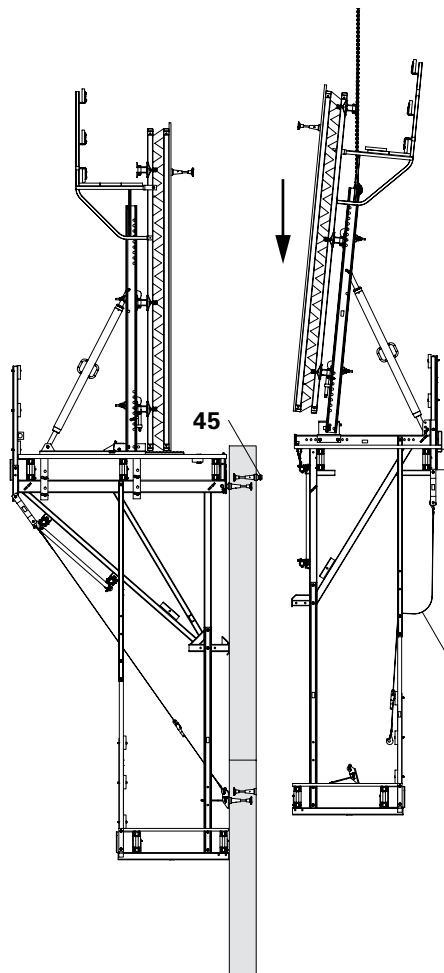
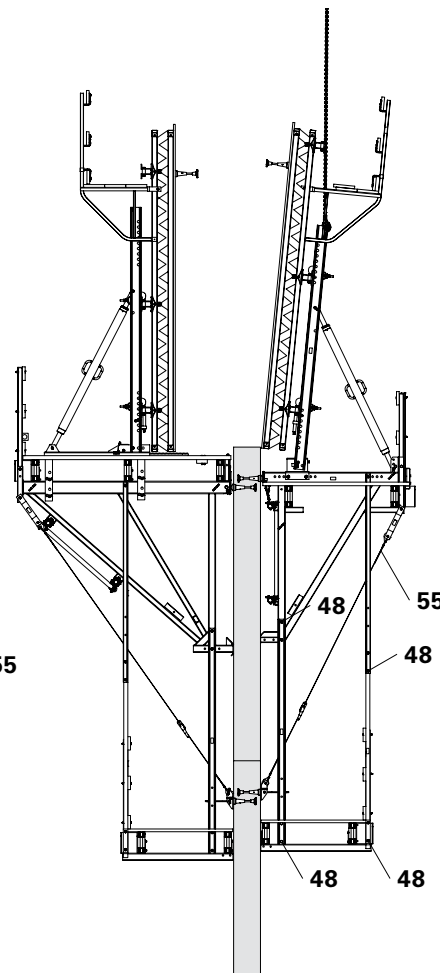

Fig. B1.28
Fig. B1.29
9. Avvicinare l'unità di ripresa all'edificio, agganciarla ai rocchetti M24 (45) del conio successivo e assicurarla. (V. capitolo B4)
10. Chiudere l'impalcato della passerella. (Fig. B1.28)
11. Montare le viti mancanti ISO 4014 M16 x 130-8.8 (48) con dado ISO 7042 M16-8 (49). Stringere le viti presenti.
12. Montare la cinghia di sicurezza L = 5,70 m, 2,5 t (55), v. B1 Controventatura. (Fig. B1.29)